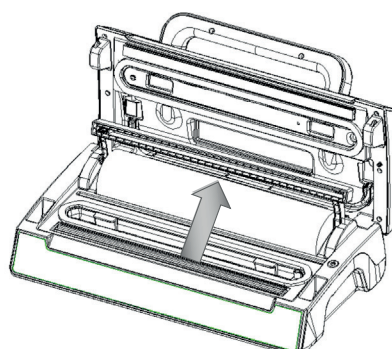

Fig. 2
2. Sørg for, at klingen til poser er placeret på den ene ende af holderen til klingen, og før den herefter tilbage (fig. 2).